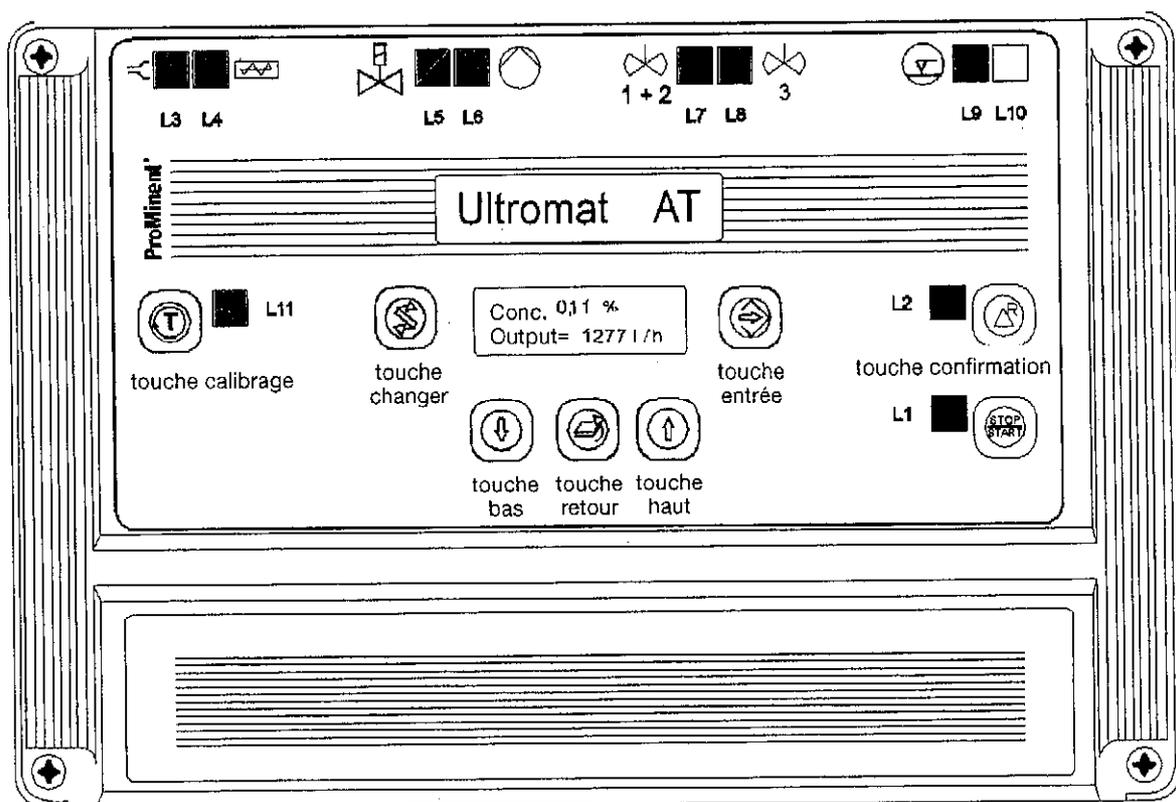

Figure 4 : interface utilisateur de la commande Ultramat®
5.2.2 Ouverture de la commande (voir figure 4)